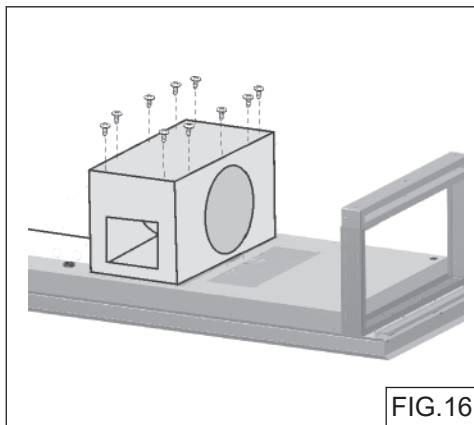

FIG.16
- Retire (10) tornillos encima de la caja del ventilador (Fig.16).